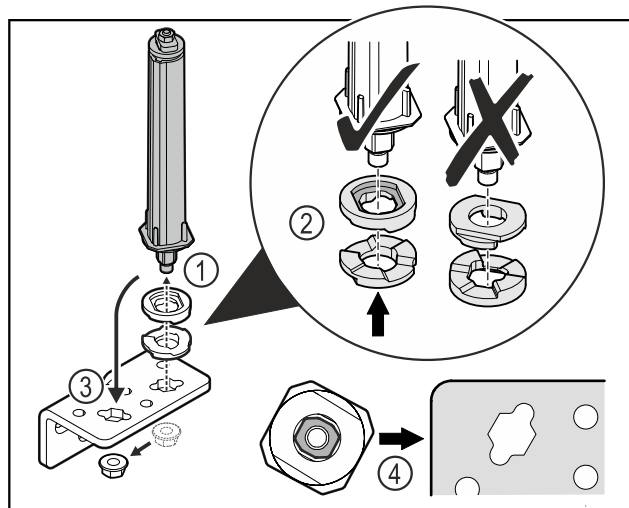

Fig. 39
- ▶ Lironi dadon dhe hiqni sistemin e mbylljes së derës Fig. 39 (1).
- ▶ Bëni kujdes për orientimin e saktë të rondelave të rregullimit të lartësisë Fig. 39 (2).
- ▶ Ktheni sistemin e mbylljes së derës në profilin e menteshës në anën tjetër dhe shtërëngojeni atë me dado Fig. 39 (3).
- ▶ Gjatë vendosjes, bëni kujdes për orientimin e saktë të sistemit të mbylljes së derës Fig. 39 (4).